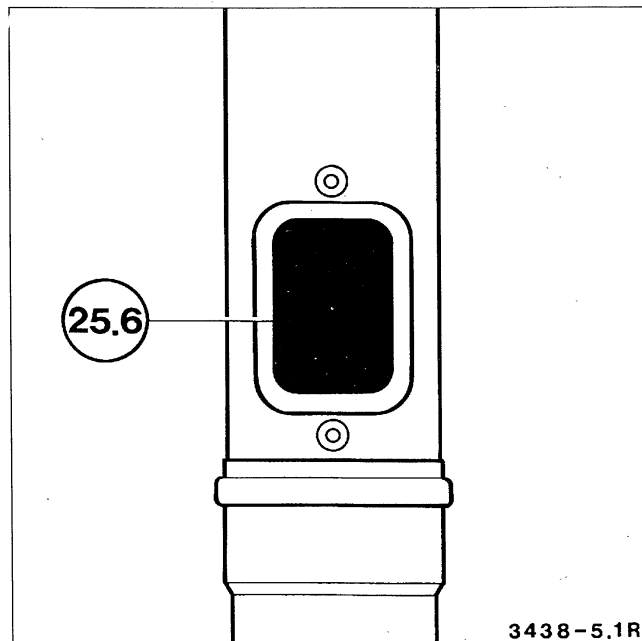

Bild 5
- Abgasrohr oder Luftrohr (25.6) optisch überprüfen (Bild 5)